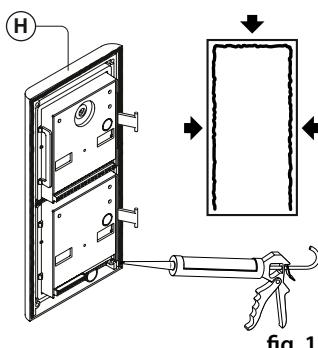

fig. 12
**⚠ In order to prevent water ingress we highly recommend using a silicon sealant between the module support frame **H** and the back box ON THE LEFT, TOP AND RIGHT SIDES ONLY. DON'T USE SILICON SEALANT ON THE BOTTOM SIDE OF THE MODULE SUPPORT FRAME (Fig.12);**
⚠ NON APPORRE IL SILICONE SUL LATO INFERIORE DEL SUPPORTO MODULI (Fig. 12);**
**⚠ Afin de prévenir l'infiltration d'eau, nous recommandons vivement l'utilisation d'un joint d'étanchéité en silicone entre le châssis de support (H) et le boîtier arrière SUR LES CÔTÉS GAUCHE, SUPÉRIEUR ET DROIT SEULEMENT. NE PAS UTILISER DE SCELLANT SILICONE SUR LE CÔTÉ INFÉRIEUR DU CHÂSSIS DE SUPPORT DU MODULE (Fig. 12) ;**